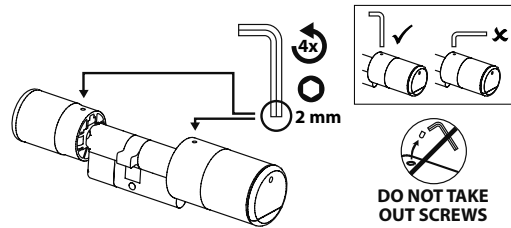

Abb. 117
- 2 Das Lösen und das Fixieren von Außen- und Innenknopf erfolgt über eine integrierte Madenschraube im Drehknopf. Lösen Sie die beiden Madenschrauben in den beiden Knäufen mit dem beiliegenden Sechskantschlüssel (Abb. 117).